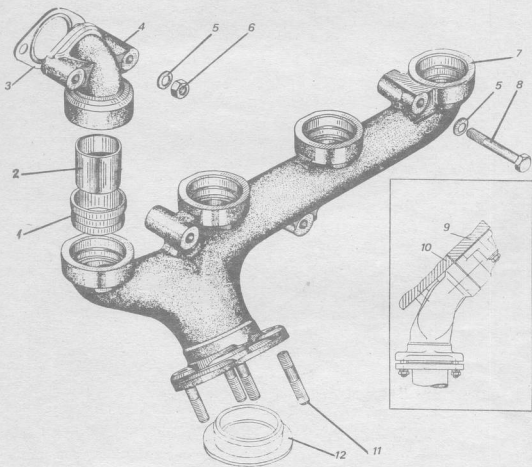

Рис. 3. Выпускной коллектор:
4. Отвернуть гайки 6 (Рис. 3) с шайбами 5 крепления патрубка 4 выпускного коллектора левой стороны. (Головка сменная 17 мм, ключ с присоединительным квадратом).